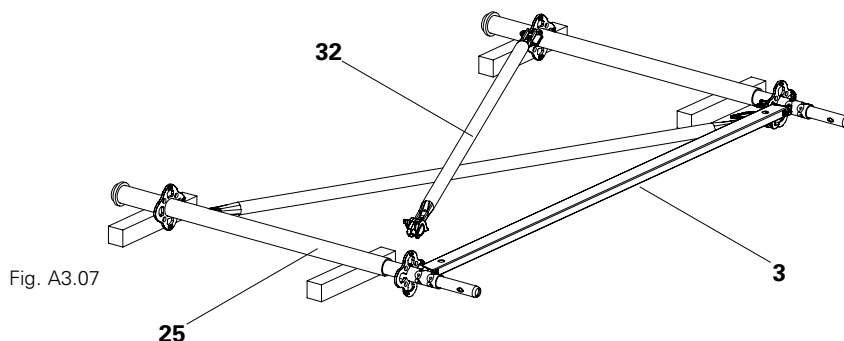

Fig. A3.07
1. Collegare i montanti di base (25) con il corrente orizzontale (3).
2. Installare i diagonali verticali (32) in modo incrociato. (Fig. A3.07)